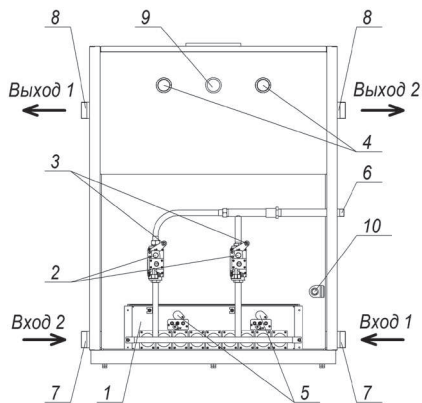

Рис. 1.2.
* Подключение отопительной воды следует производить только согласно рис. 1.2.